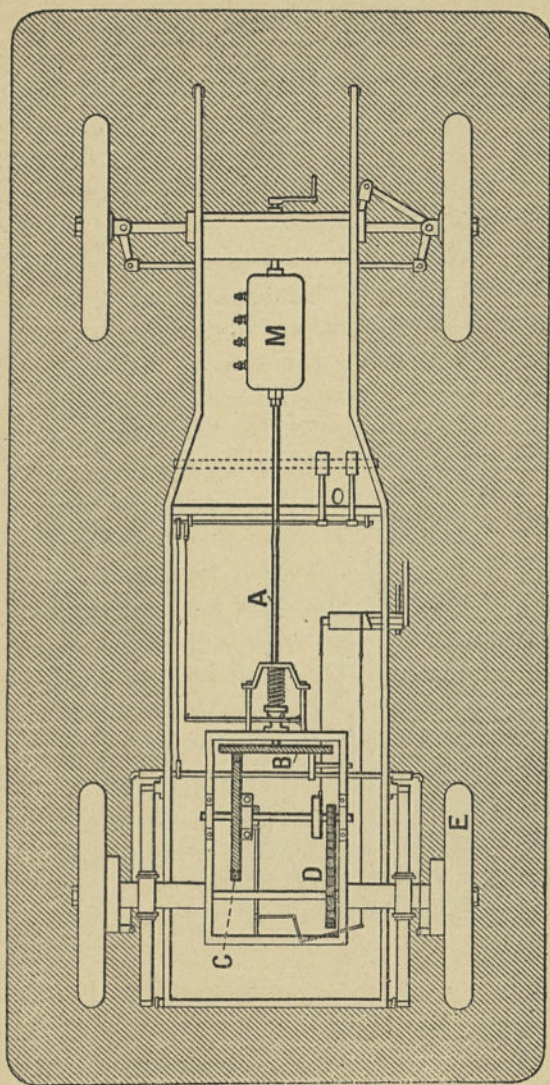

Fig. 77. — Transmission par friction
**Transmission par friction. Transmission par courroie.** — Comme son nom l'indique, la transmission par friction utilise le frottement de deux surfaces l'une sur l'autre. Elle consiste dans l'emploi d'un plateau solidaire de l'arbre moteur et sur lequel est appliqué un galet baladeur qui transmet directement son mouvement aux roues motrices (*fig. 77*).